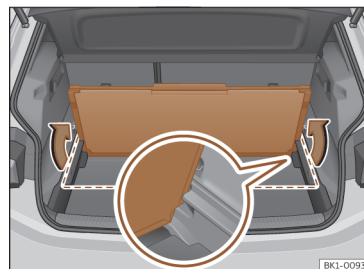

Fig. 172 Dans le coffre à bagages : fixer le deuxième plancher du coffre à bagages.
- Une fois plié, levez-le puis introduisez-le dans les supports latéraux avec le côté ouvert vers le bas >>> **fig. 172** (image agrandie).